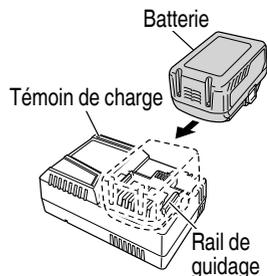

Fig. 6
2. Insérer la batterie dans le chargeur de batterie. Insérer la batterie dans le chargeur de batterie comme indiqué à la Fig. 6.